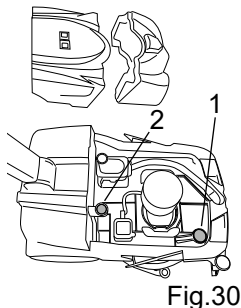

Fig.30
- Ta ut filteret og vask det med vann (fig. 30 - ref. 1).
- Ta ut filteret og vask det med vann (fig. 30 - ref. 2).